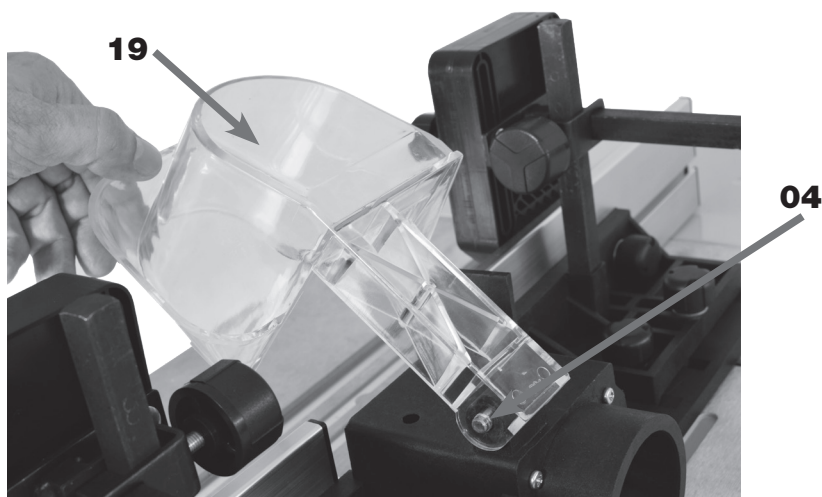

FIGURA 42 - Montagem do Pino de Articulação
2. POSICIONAR a Proteção (19) sobre o Suporte de Apoio (17) conforme ilustrado na figura 42;
3. INSTALAR o Pino de Articulação (45);
4. VERIFICAR se a Proteção (19) está articulando livremente.